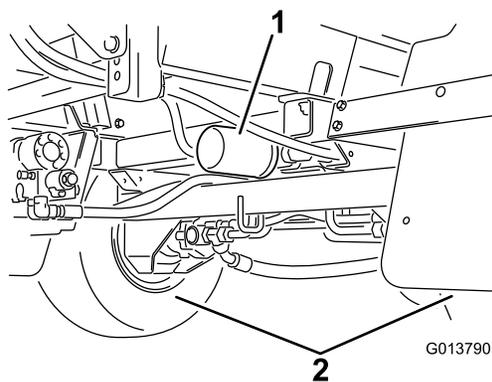

Figura 105
2. Localize os dois filtros hidráulicos na máquina (Figura 104 e Figura 105).